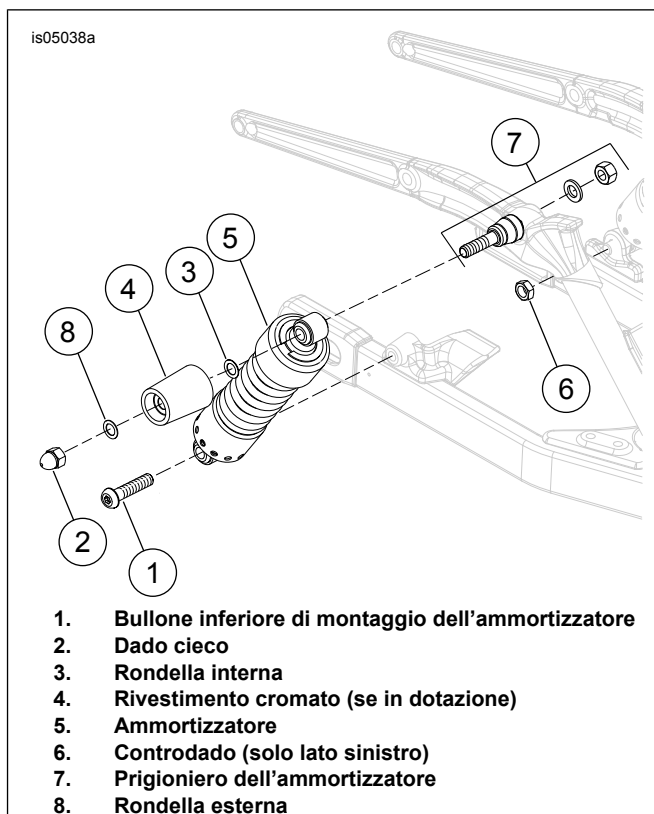

Figura 2. Rimozione dell'ammortizzatore di serie (modelli 2008 e anni successivi)
1. Vedere Figura 2. Rimuovere il bullone inferiore di montaggio dell'ammortizzatore (1) e il controdado (6) (solo sul lato sinistro). Conservare il controdado per l'installazione.
2. Rimuovere il dado cieco (2), la rondella interna (3), il rivestimento cromato (4), la rondella esterna (8) e l'ammortizzatore (5).
3. Gettare i rivestimenti cromati (se in dotazione) e tutta la bulloneria, eccetto il controdado (6).
4. Rimuovere e gettare il gruppo del prigioniero dell'ammortizzatore (7).